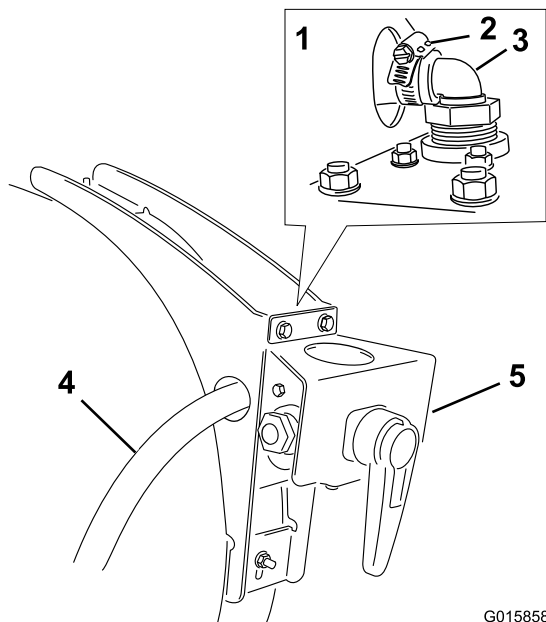

Figura 25
4. Serrate l'estremità del flessibile sopra al raccordo dentellato posteriore a 90° sulla valvola a 4 vie (Figura 25).
2. Montate il filtro della pompa di lavaggio in linea sulle estremità aperte dei flessibili provenienti dalla pompa e dagli ugelli di lavaggio (Figura 25).